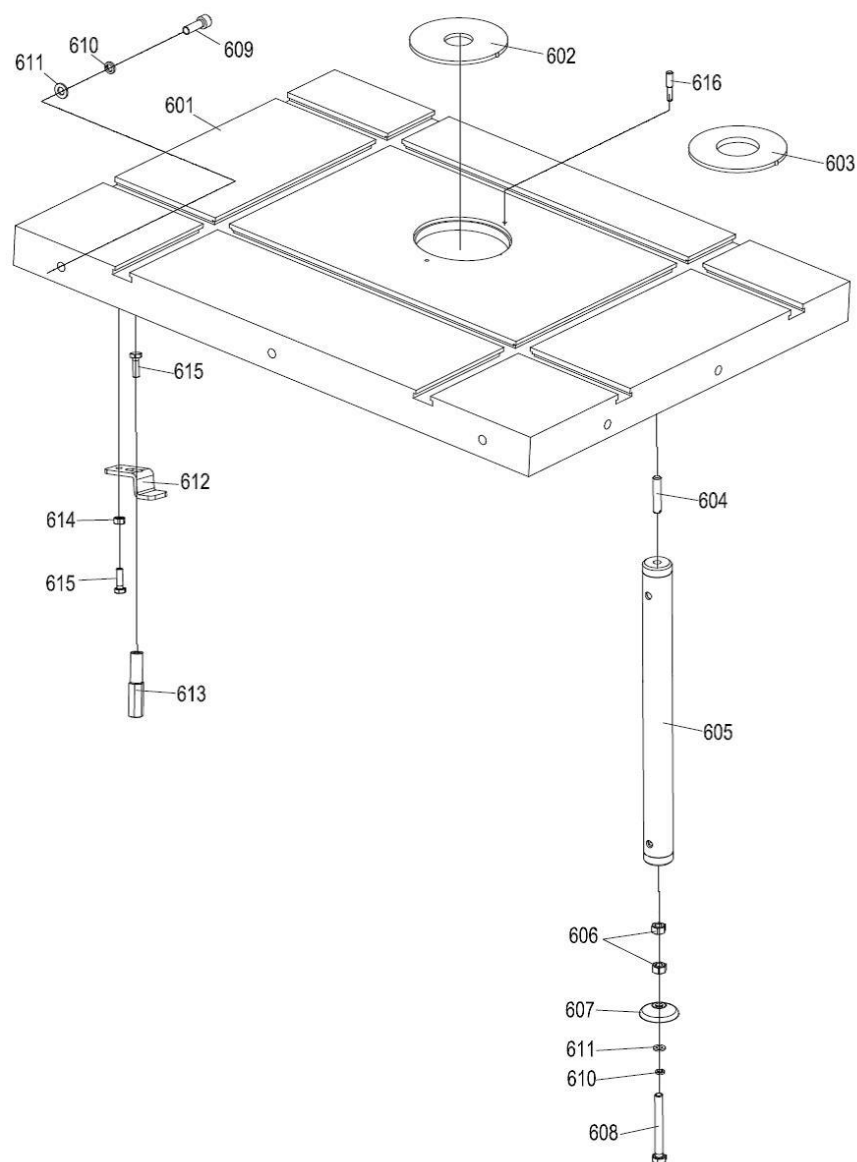

*Рис. 14. Пример позиционирования параллельного упора*
5. Ослабить рукоятки фиксации параллельного упора, затем переместить параллельный упор в положение, требуемое для конкретной операции, затянуть рукоятки фиксации. (см. *рис. 14*).